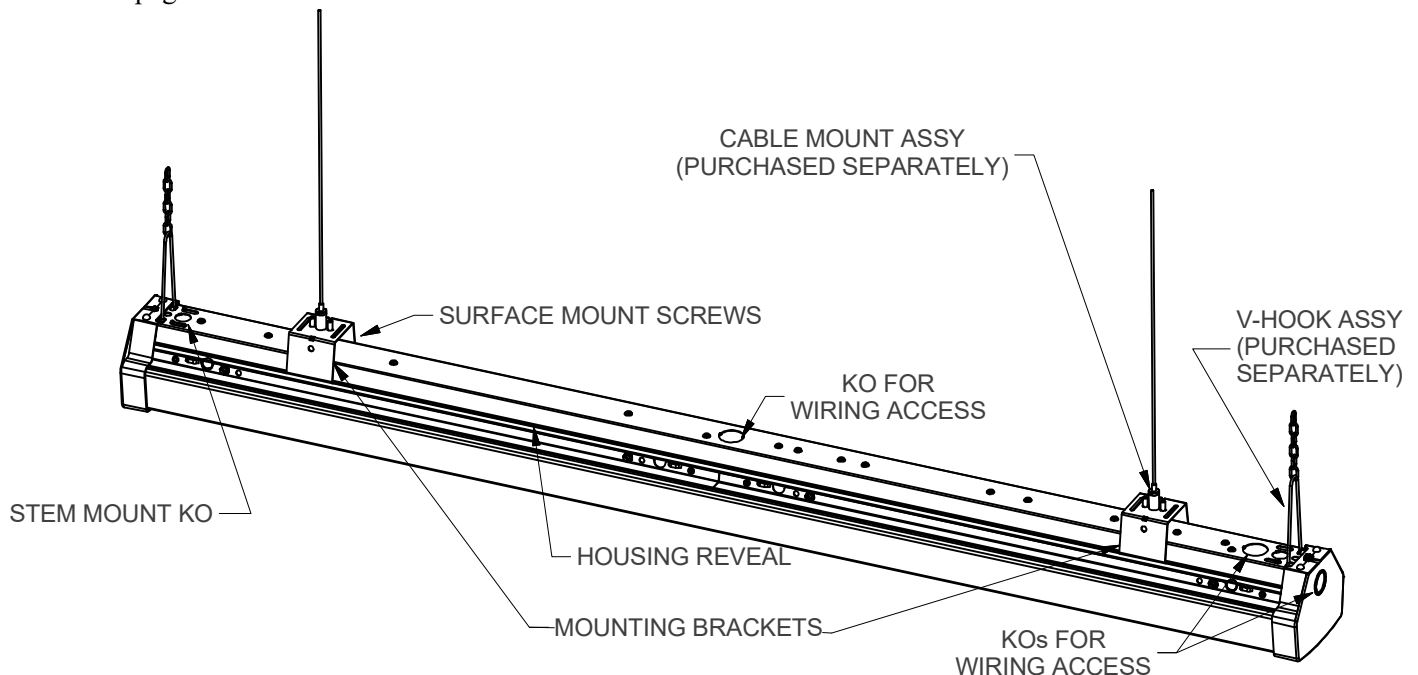

FIG. 1- STAND ALONE CONFIGURATION
- To install with HANGER BRACKETS (See FIG.1):
- B. Remove stem mount KOs shown in Fig 1 at each end of fixture
- 3) Luminaire peut être monté en surface avec des vis ou des boulons fournis par le client ou avec des SUPPORTS DE SUSPENSION (COMMANDÉS SÉPARÉMENT) (Voir FIG. 1) :
- B. Retirer la tige de KO marqué montage représenté sur la Fig 1.